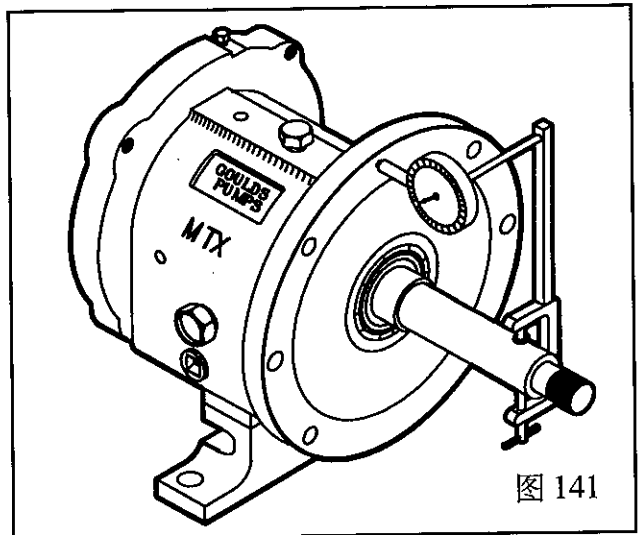

图 141
4. 检查轴承箱端面的跳动量, 转动轴让百分表沿轴承箱端面旋转 360°, 如果百分表最大读数超过 0.001 英寸(0.025mm), 拆卸并分析其原因(图 141)。